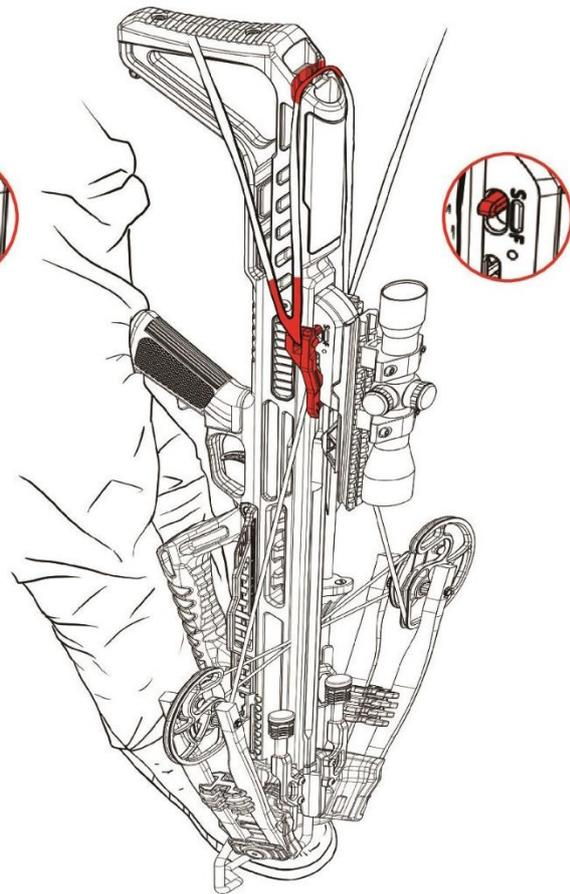

Рис.9
7. Упираясь ногой в стремя, потяните на себя рукоятки натяжителя до тех пор, пока тетива не зафиксируется в спусковом механизме – прозвучит характерный щелчок (Рис.9).